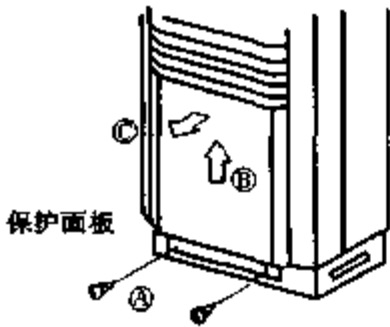

图 7-62 拆保护面板示意图
(1) 当进行管道和布线工作时,应取下附属配件,并拆下保护面板。
(2) 如图 7-62 所示,拆下保护面板。工作完毕后再重装保护
(3) 拆保护面板的方法:
- ① 取下固定螺钉。
- ② 拿住板。
- ③ 朝自己方向拉出板。